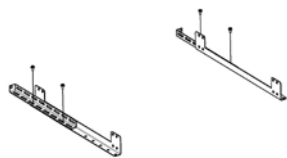

Fig. 37 - Assembler le renfort + la rallonge
- Fixer le renfort des jambes avec la rallonge au moyen des vis (voir **Fig. 37**).